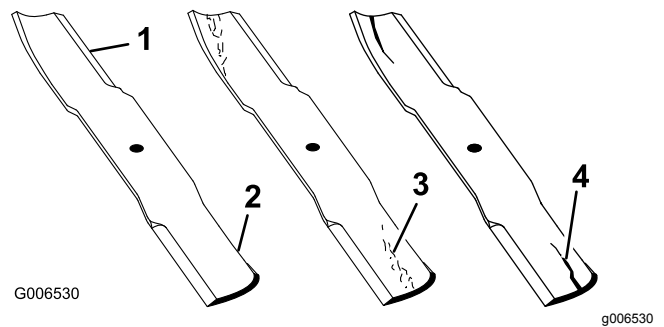

Bild 139
2. Prüfen Sie die Schnittkanten des Messers sorgfältig, insbesondere dort, wo die geraden Flächen die gebogenen berühren, siehe Bild 139.
Hinweis: Da Sand und anderes reibendes Material das Metall abschleifen kann, das die flachen und die gebogenen Teile verbindet, müssen Sie das Messer vor jedem Einsatz des Rasenmähers prüfen. Wenn Sie Abnutzungen feststellen, sollten Sie das Messer austauschen (Bild 139).